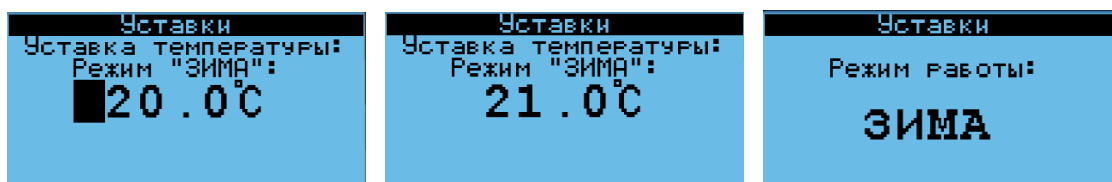

Рис. 2
7.4 Для изменения уставок (температуры и пр.), необходимо (см. рис. 2, а также Приложение 2):